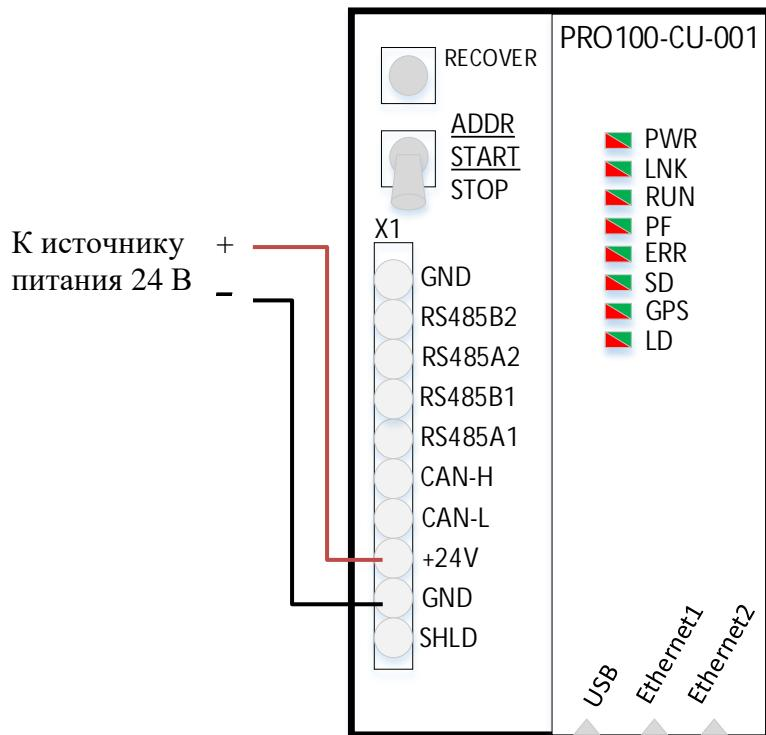

Рисунок 24 – Подача напряжения питания на общую электрическую шину
2.4.7 Подать напряжение питания 24 В постоянного тока на общую электрическую шину. Питание подаётся через процессорный модуль (рисунок 24).